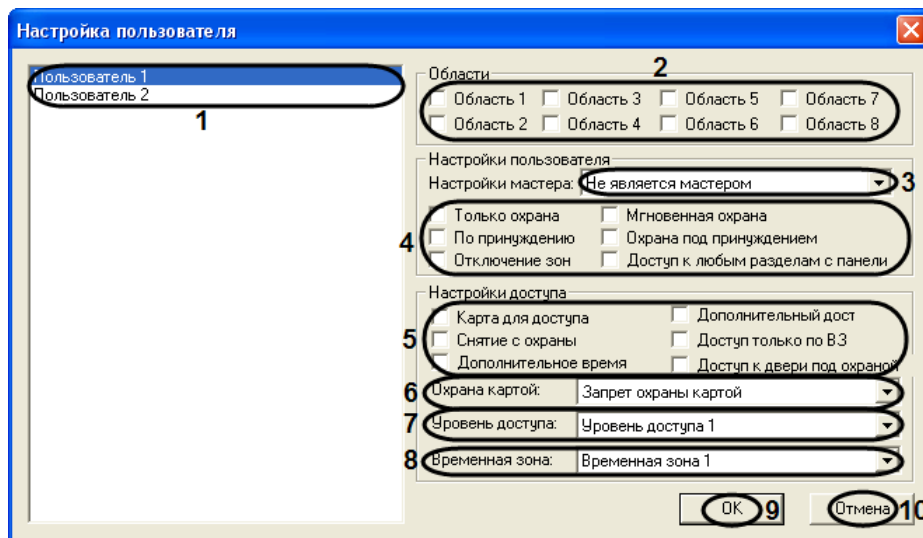

Рис. 3.2—7. Настройка пользователя
4. Список 1 (см. Рис. 3.2—7, 1) содержит пользователей, зарегистрированных в ПК *ACFA Intellect*. Данные пользователи считаются также пользователями системы *Digiplex EVO*. Выделить мышью пользователя, настройки которого требуется изменить.
5. Установить флажки в группе **Области** (см. Рис. 3.2—7, 2) для выбора разделов системы *Digiplex EVO*, к которым требуется приписать пользователя.